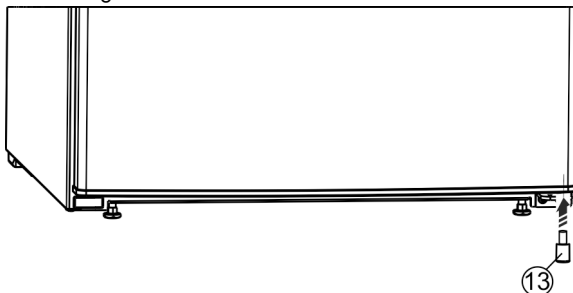

Fig. 25 *
- De afstandhouder Fig. 25 (13) weer rechtsonder in de deur terugplaatsen, omdat dit belangrijk is voor de stabiliteit van het apparaat.*